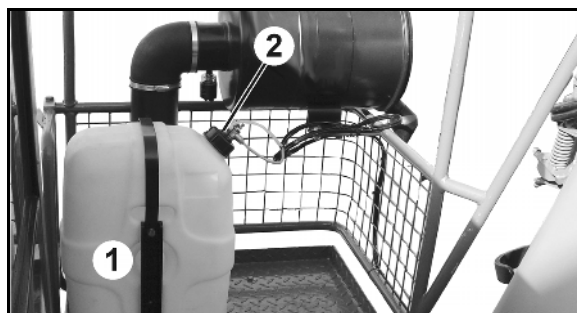
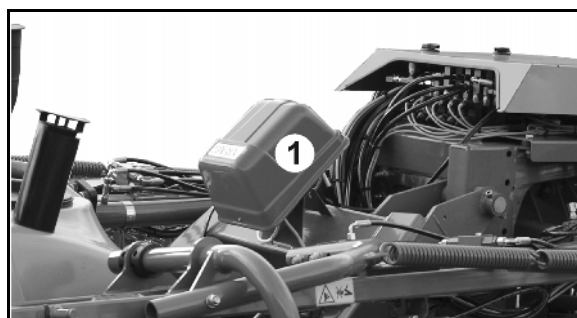

Bild 102
Bild 103
Skummarkeringen (Bild 102/1 och Bild 102/3), som kan anslutas när som helst, ger en **exakt anslutningskörning** när åkrar utan utmärkta spår sprutas.
• Skummarkering **Super-L**-sprutramp Bild 102/...:
- (1) Tank
- (2) Spårskruv
• Kompressor (Bild 103/1)